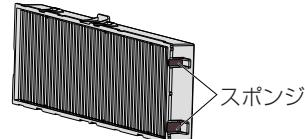

図2
- プロジェクター本体への取り付けの際に、エアフィルタユニットの短辺側の端面にあるスポンジ(図2)が外れないようにご注意ください。